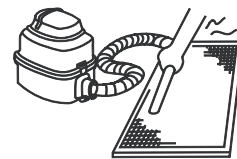

Рисунок 13.2
- а. Во время чистки пылесосом приточная сторона фильтра должна быть направлена вверх (см. рис. 13.2).